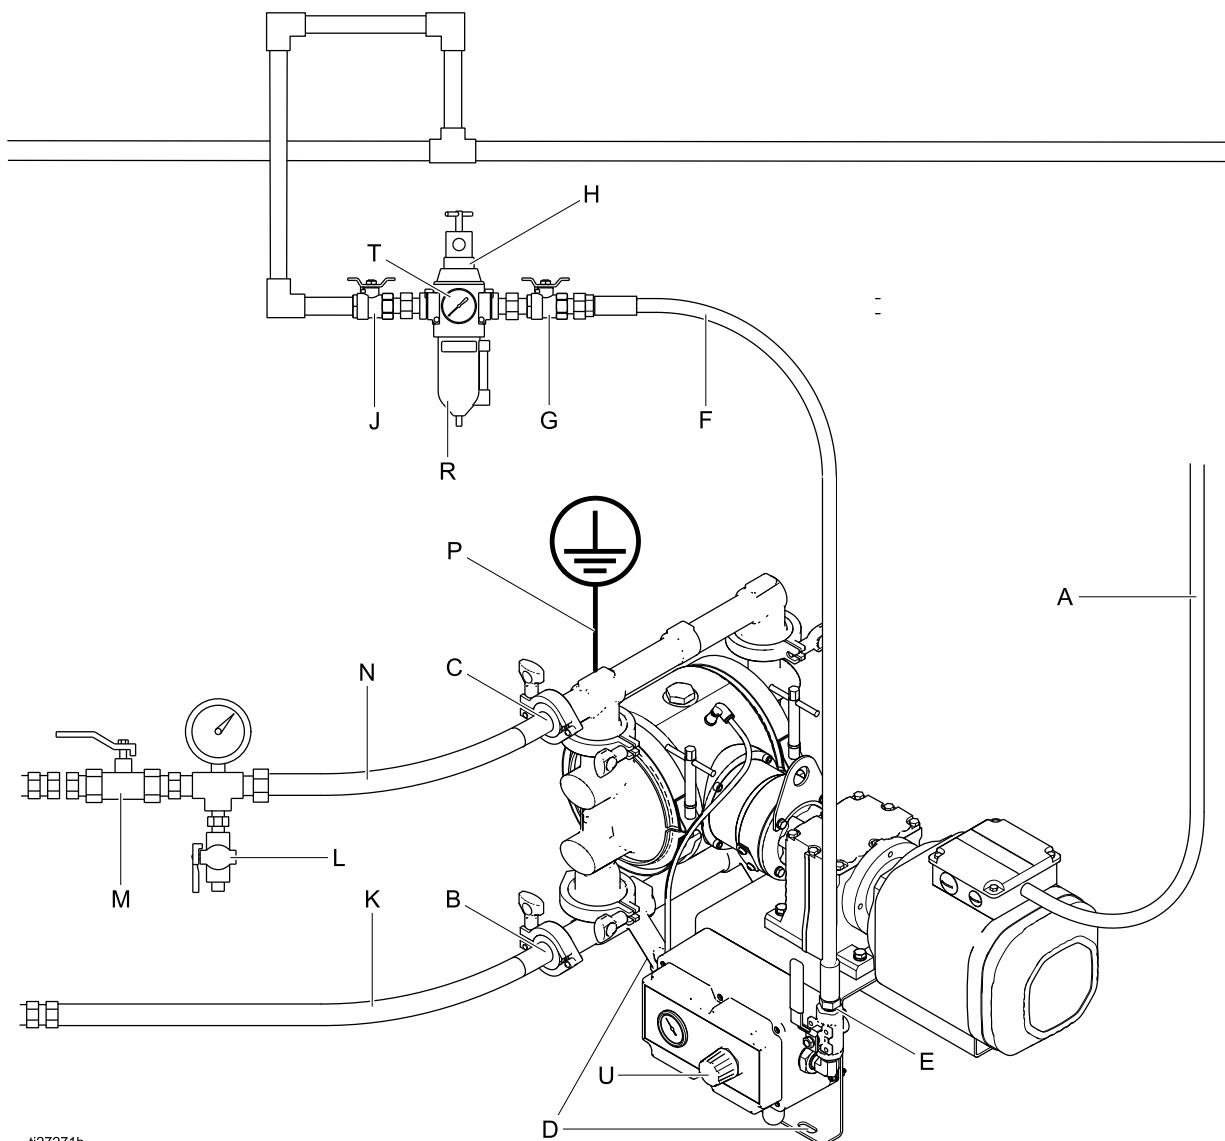

Figure 1 Voorbeeldinstallatie (AC-pomp afgebeeld)
In Afbeelding 1 is een typische installatie afgebeeld. Dit is slechts bedoeld als voorbeeld bij het kiezen en installeren van de systeemcomponenten. Neem contact op met uw Graco-dealer voor hulp bij het ontwerpen van een systeem dat aan uw behoeften voldoet. Gebruik altijd originele Graco-onderdelen en toebehoren. Zorg ervoor dat alle toebehoren de juiste maten hebben en dat ze voldoen aan de drukk niveaus en de eisen van het systeem.
Uw systeem moet zijn voorzien van een zelfontlastend hoofdluchtventiel (G), om lucht te laten ontsnappen die tussen de klep en de pomp is blijven zitten. Opgesloten lucht kan de pomp onverwachts in werking zetten. Dit kan ernstig letsel tot gevolg hebben, onder meer door het spatten van vloeistof in de ogen of op de huid. Zie Afbeelding 1.
OPMERKING: De letteraanduidingen hebben betrekking op afb. 1 op pagina 15.